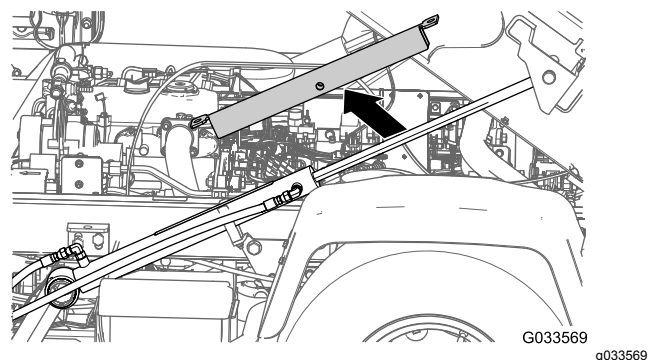
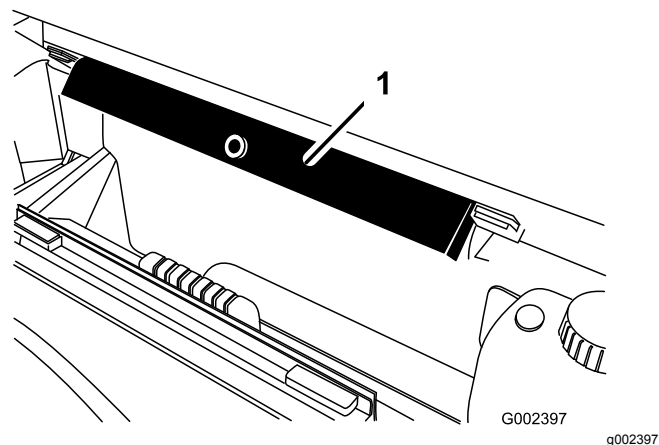

Figura 34
Figura 35
2. Retire el soporte de la plataforma del cilindro de elevación y guarde el soporte en los soportes de almacenamiento en la parte posterior del panel ROPS (Figura 34 y Figura 35)